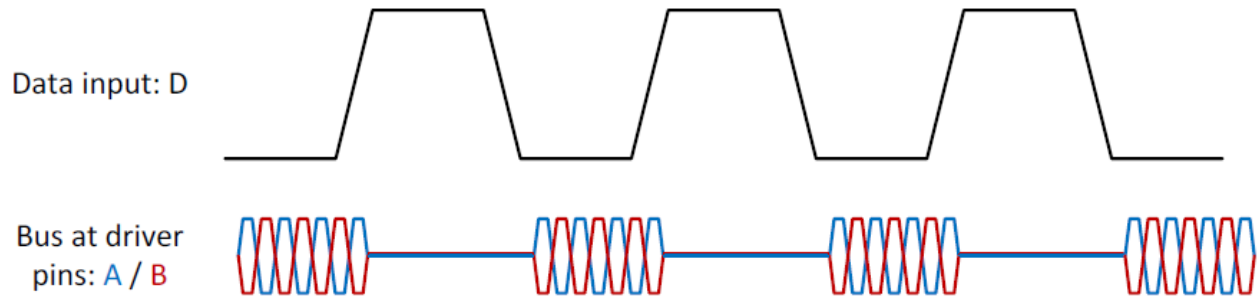
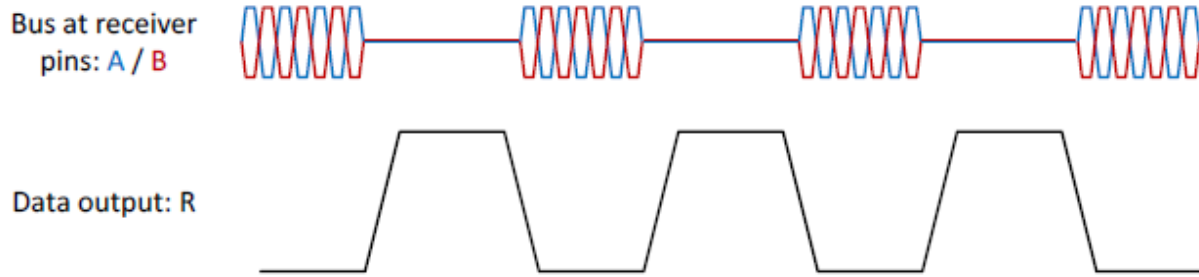

图 1. OOK 调制
图 2. OOK 解调
OOK 调制与解调：这是 THVD8010 的基础。在发送模式 (TX) 下，逻辑低电平被调制为特定频率的载波信号，而逻辑高电平则使驱动器输出零差分电压，如 图 1 所示。在接收模式 (RX) 下，内置的峰值检测器能将电源线上提取出的 OOK 信号解调为原始数据，如 图 2 所示。